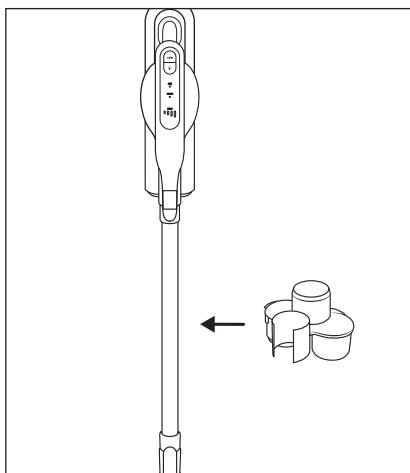

Fig. 19
- ◆ Tryk efter brug på tænd-/sluk-knappen ⑨ for at slukke for produktet. Visningspanelet ⑧ slukkes.
- ◆ Fastgør holderen til tilbehør ⑯ på sugerøret ⑦ (se fig. 19).